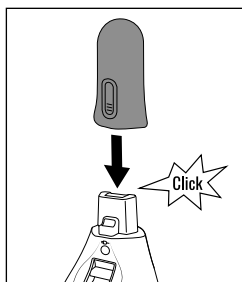

Fig. 4
- ◆ Insérez avec précaution la poignée courte 25 sur l'unité moteur 8, jusqu'à ce qu'elle s'enclenche audiblement (voir fig. 4).